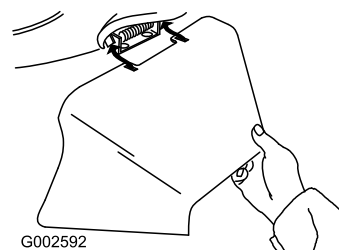

Figure 28
3. Montez l'éjecteur latéral et rabattez le volet sur l'éjecteur (Figure 28).